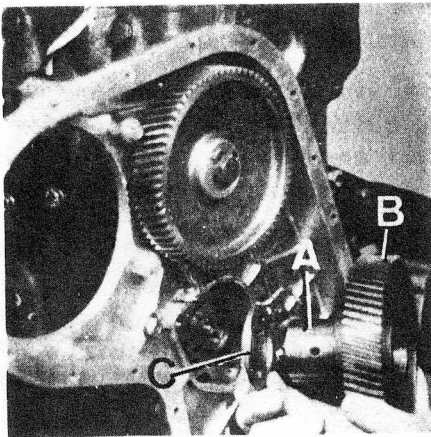

Fig. A3-67 Desmontaje de los engranajes de la distribución
- 1.8. Desmontar los dos tornillos y la placa que fijan el eje, A (Fig. A3-67) del engranaje de enlace, B, y se extraerán dicho eje y engranaje, en unión de la arandela suplemento de anti-fricción, C.